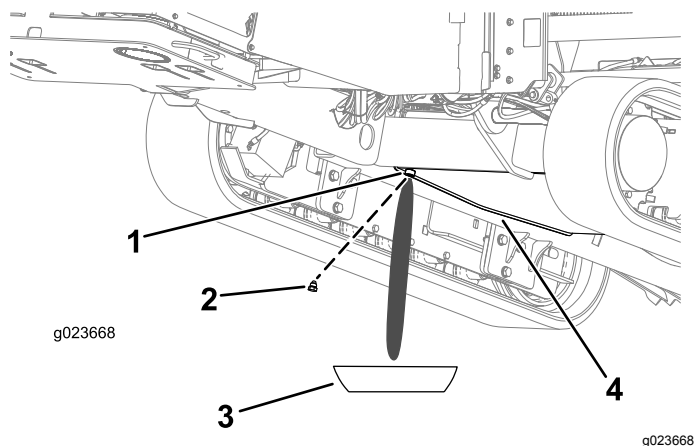

Рисунок 97
3. Ослабляйте сливную пробку, пока из отверстия не начнет выходить вода и осадок (Рисунок 97).